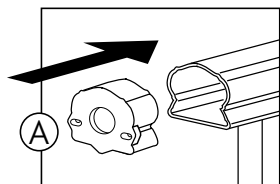
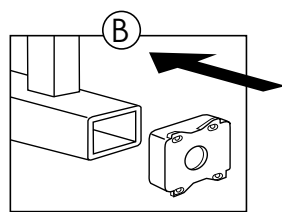

Figure 4
Figure 5
- 4.) Glissez deux supports de rampe supérieure et de rampe inférieure sur les extrémités des sections de rampe assemblées (Figure 4 et Figure 5).